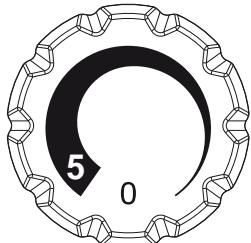

Afb. 8
- Houd de afvoerbuis (Afb. 8) proper in het koelgedeelte om het vrij van water te houden.
Het typeplaatje vermeldt de maximum hoeveelheid voedsel die kan ingevroren worden (zie Afb. 8).
(Afbeelding 8)